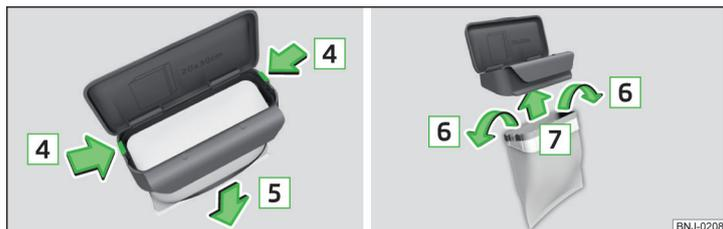

Fig. 76 Sustituir bolsa
- Presionar ambos ganchos de retención en el marco en el sentido de la flecha **4** » fig. 76.